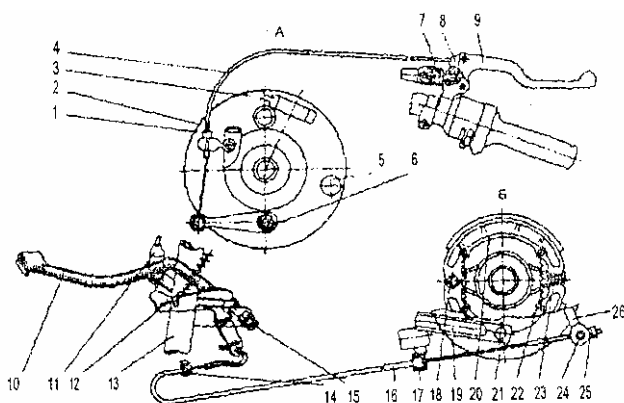

Рис.18.
5.3.5. Визуальный контроль износа тормозных накладок переднего тормоза производится без демонтажа колеса, для чего необходимо снять пробку 5 (рис.18).